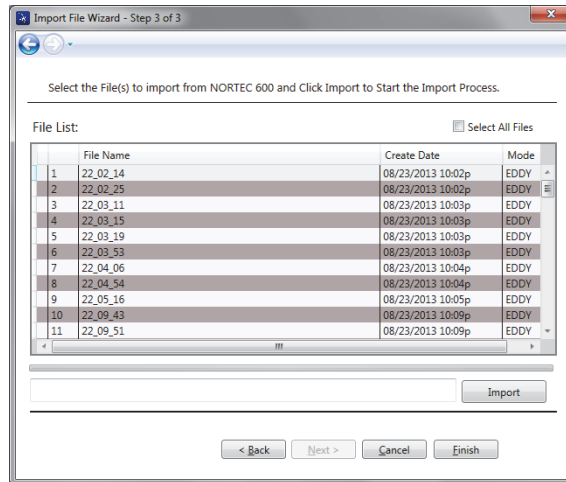

Abbildung 6-3 Auswahl der Datei
- Wählen Sie die zu importierenden Dateien aus (oder wählen Sie **Select all files** aus, um alle Dateien zu importieren) und klicken Sie dann auf **Import** (siehe Abbildung 6-3 auf Seite 323).